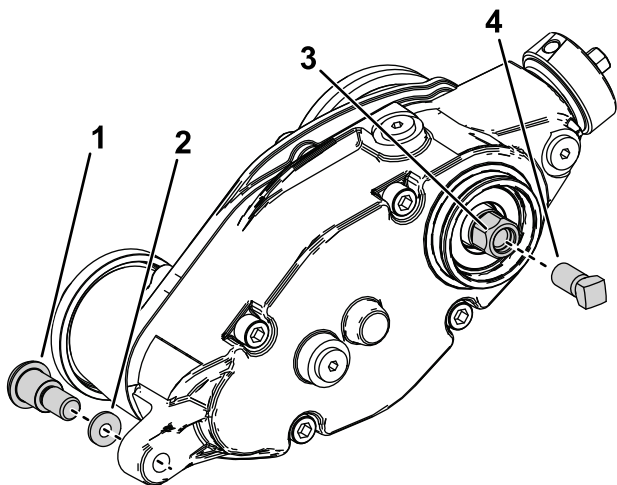

図 34
2. グルーマを駆動ボックスに接続しているクランクボルトを外す 図 34。
3. グルーマを駆動ボックスをアジャスタアームに接続しているショルダボルトと硬化ワッシャを外す 図 34。
5. 図 34のように、補強ねじP/N 1-803022別売をグルーマ駆動六角ヘッドのねじ溝に取り付けて 13.5 Nm 1.4 kg.m = 120 in-lbにトルク締めする。
6. グルーマ駆動六角ヘッドを回して、リールからグルーマ駆動ボックスを外す 図 34。